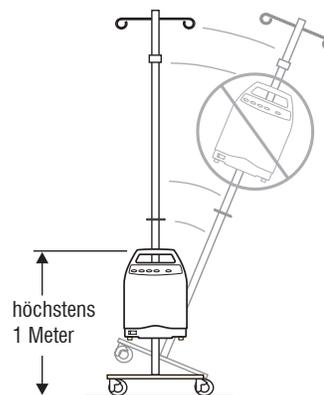

Abbildung 3 - Höchstbefestigungsgrenze für Ständer
Bei Verwendung eines I.V.-Ständers das Gerät bis zu einer maximalen Höhe von 1 Meter anbringen (siehe Abb. 3). **Andernfalls können Gerät und Ständer umkippen.**
3. Schlauchende in die Thermaldeckenöffnung (Abb. 3) stecken. Schlauch gut befestigen.